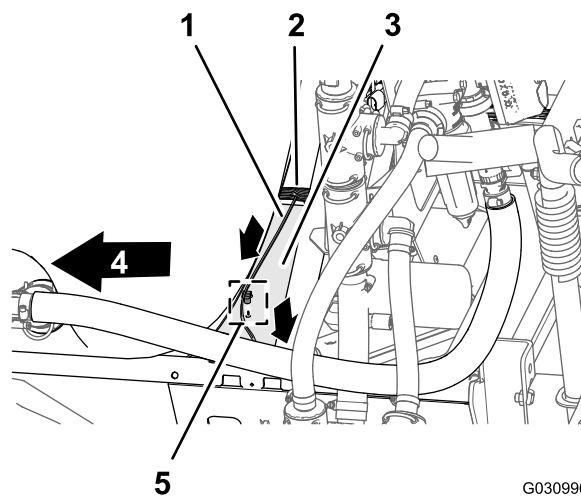

Figure 94
1. Acheminez la branche de 86,6 cm du faisceau pour le solénoïde de pompe de pulvérisation transversalement au sommet du profilé du cadre du pulvérisateur et vers le bas en direction du solénoïde de la pompe (Figure 94).
2. Insérez la fixation à pression de la branche de 86,6 cm dans le trou sur le profilé de cadre du pulvérisateur (Figure 94).